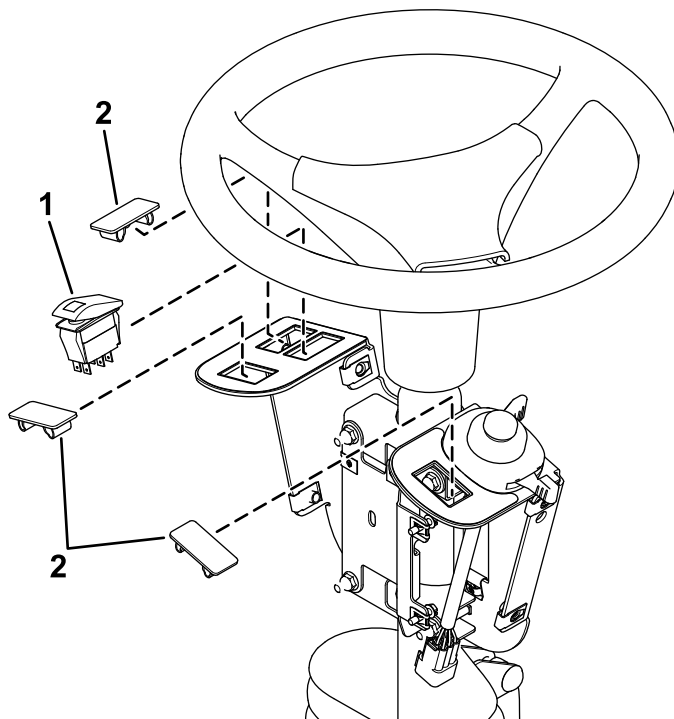

**Figura 4**
2. Instale el interruptor multifunción en el soporte de los interruptores y fíjelo con los clips del interruptor debajo del hueco del interruptor (Figura 4).